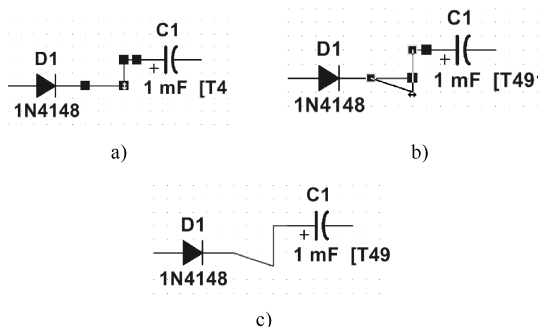

图 4-29 改变导线形状
1) 将光标移动到夹点上，光标显示为双箭头，拖曳光标可改变导线形状，如图 4-29 所示。